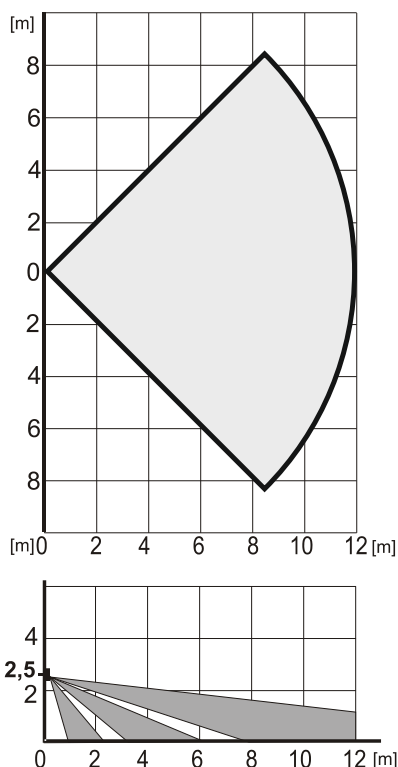

Figura 3. Queste caratteristiche di rilevazione sono valide per l'immunità standard PIR.
Il rilevatore è munito di lente (2) con copertura di una zona di 90°/12 m con 3 raggi (separazioni) – vedi figura 3. **La lente non può essere sostituita con un tipo di lente diversa.** Le caratteristiche di rilevazione sono identiche sia per la lente bianca che per quella grigia.